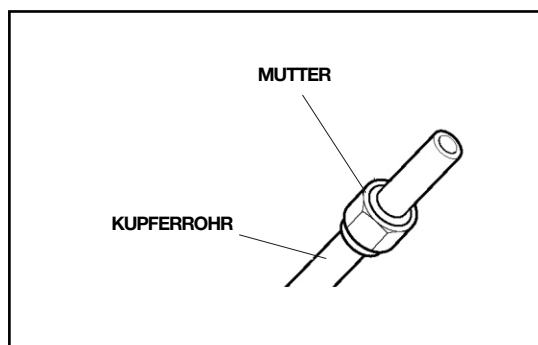

Abb.14
3. Montieren Sie die Anschlussstücke (Abb. 14): Nehmen Sie die Muttern von den Hähnen der Innen- und der Außeneinheit und geben Sie sie auf die entgrateten Kupferrohre (NB: ist nicht mehr möglich, wenn Punkt 4 ausgeführt wurde).